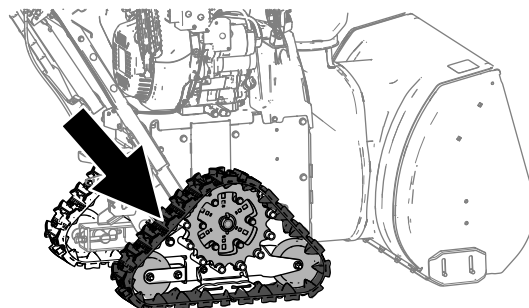

Figure 25
2. Exercez une force de 44 N entre le galet central et le galet arrière (Figure 25).